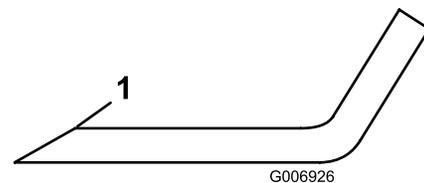

Figura 70
3. Inspeccione as extremidades de corte de todas as lâminas. Afie as extremidades de corte se estas apresentarem sinais de desgaste ou ranhuras. Afie apenas a zona superior da parte cortante e mantenha o ângulo de corte original para garantir um desempenho eficaz da lâmina (Figura 70). A lâmina mantém o equilíbrio se for retirada a mesma quantidade de metal de ambas as partes cortantes.